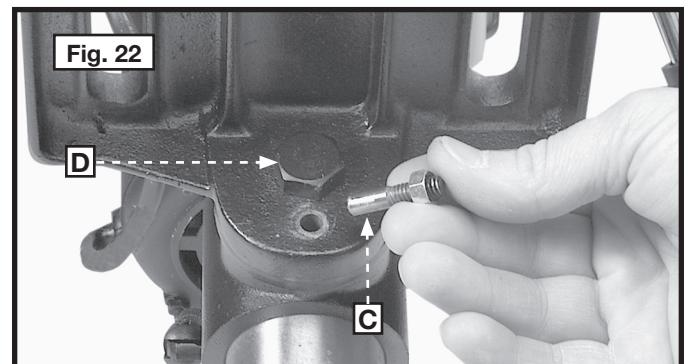

Fig. 22
4. La goupille d'alignement de la table (C) est retirée à la figure 22. Desserrer le boulon de blocage (D) de la table, incliner la table à l'angle voulu puis serrer le boulon (D). Lors de la remise à niveau de la table, replacer la goupille d'alignement (C) pour remettre la surface de la table perpendiculaire à la broche.